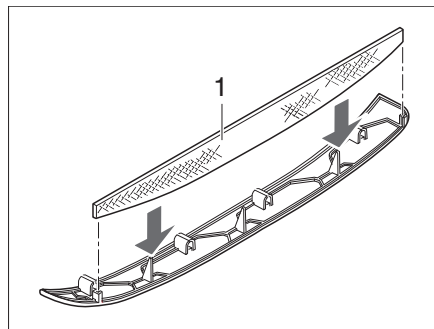
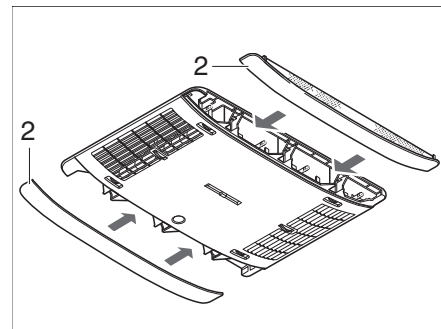

Fig. 174 Filtre à peluches de la climatisation
Fig. 175 Panneaux de la climatisation
Dans les panneaux latéraux (Fig. 175,2) se trouvent deux filtres à peluches. Les filtres à peluches doivent être nettoyés, et si nécessaire remplacés, à intervalles réguliers, au moins cependant tous les 6 mois.
- Enlever le panneau (Fig. 175,2) du distributeur d'air et nettoyer ou, si nécessaire, remplacer le filtre à peluches (Fig. 174,1).